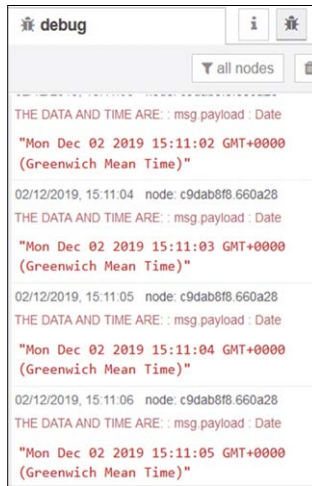

Figure 4.14 Affichage du message toutes les 5 secondes
- Cliquez sur le **injecter** bouton nodes. La date et l'heure devraient s'afficher toutes les secondes dans le format suivant (voir la figure 4.14) :